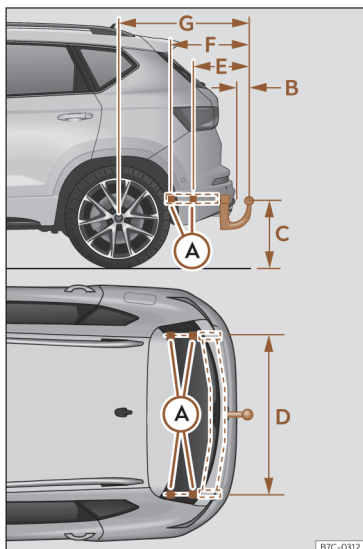

Fig. 176 Quotas e pontos de fixação para a montagem posterior de um dispositivo de reboque.
A distância entre o centro da rótula e a estrada >>> **Fig. 176 (C)** nunca poderá ser inferior à indicada. Isto rege também com o veículo à plena carga, incluindo a carga vertical máxima tecnicamente admissível sobre o acoplamento.